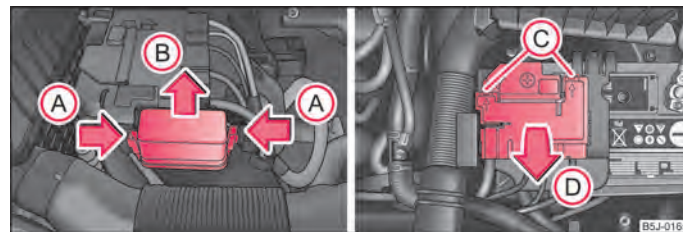

Fig. 148 Baterie: Capacul suportului de siguranțe
- Concomitent apăsați elementele de fixare ale capacului suportului de siguranțe în sensul indicat de săgeata (A) ⇒ fig. 148 și împingeți afară capacul, în sensul indicat de săgeata (B).
- Deblocați cu o șurubelniță plană elementele de susținere în deschiderile (C) și rabatați în sus capacul, în sensul săgeții (D).